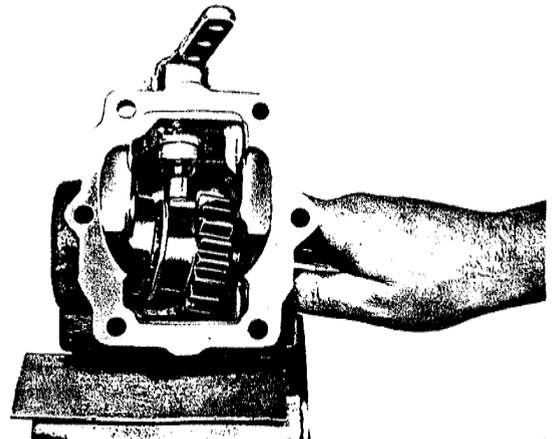

Fig. 21
- 3.3 Chasser à nouveau l'arbre de sortie vers l'arrière jusqu'à ce que le roulement à billes (3) sorte de son siège. Dégager le jonc d'arrêt (2). Chasser l'engrenage baladeur
(4) du roulement à billes et sortir ensuite l'arbre de sortie du carter (fig. 21).